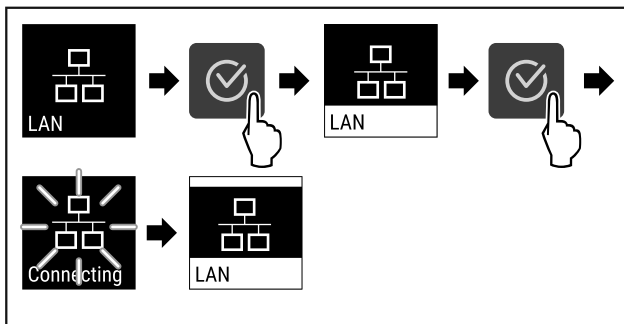

Fig. 90
- ▶ Εκτελέστε τα βήματα ενεργειών (βλέπε Fig. 90) .